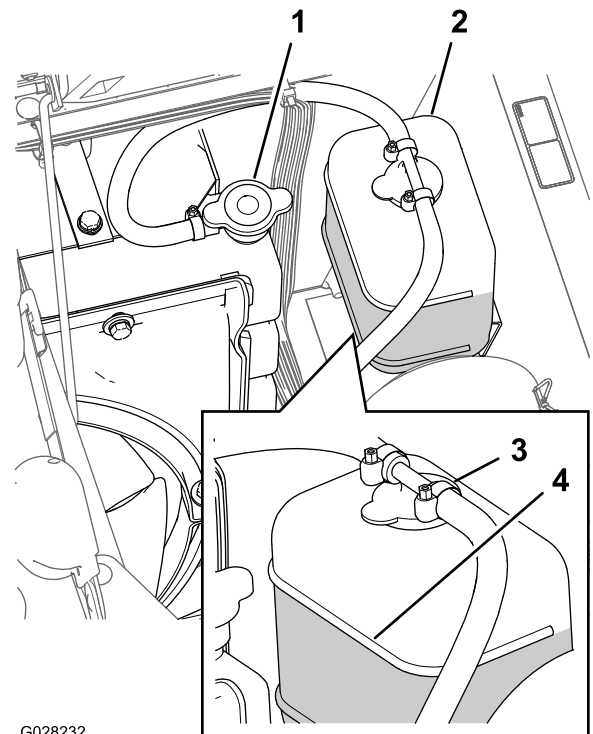

Figura 88
3. Retire cuidadosamente el tapón del radiador y el tapón del depósito de expansión (Figura 88).
Nota: El radiador debe llenarse hasta la parte superior del cuello de llenado, y el depósito de expansión debe llenarse hasta la marca Lleno del depósito (Figura 88).
5. Si el nivel de refrigerante es bajo, retire el tapón del depósito de expansión y el tapón del radiador, y llene el depósito de expansión hasta la marca Lleno (Figura 88) y el radiador hasta la parte superior del cuello de llenado ().
6. Instale el tapón del radiador y el tapón del depósito de expansión (Figura 88).
2. Espere hasta que se haya enfriado el motor, luego retire el tapón del radiador (Figura 88).
8. Arranque el motor con el tapón del radiador aflojado (Figura 88).
10. Una vez que el refrigerante se ha calentado, añada más refrigerante hasta que el nivel llegue a la superficie sellante del tapón, y apriete el tapón (Figura 88).
11. Abra el tapón del depósito de expansión y llene el depósito con refrigerante hasta el nivel de "Frío" (Figura 88).
6. Retire el tapón del radiador (Figura 88).